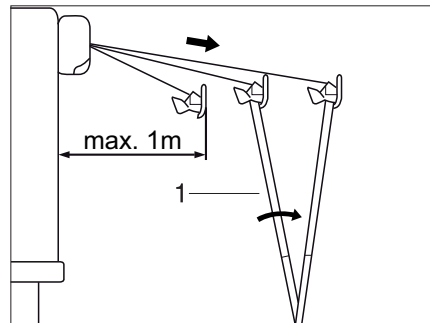

Bild 37 Uppställning av markisen
- Fäll ut stödbenen (Bild 37,1) och ställ dem på marken.